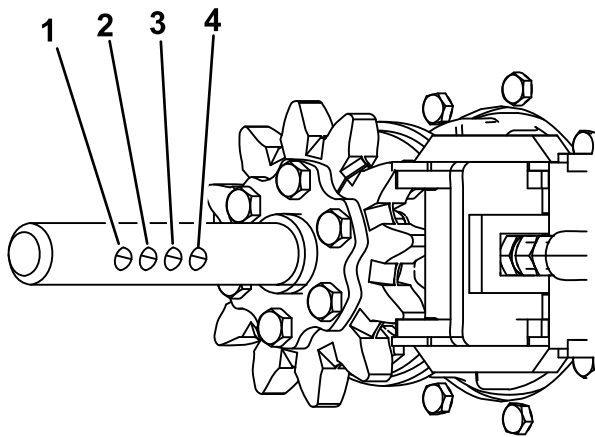

Figure 6
1. Utilisez le boulon et l'écrou retirés précédemment pour fixer la vis sans fin dans les trous qui conviennent, comme illustré à la Figure 6.